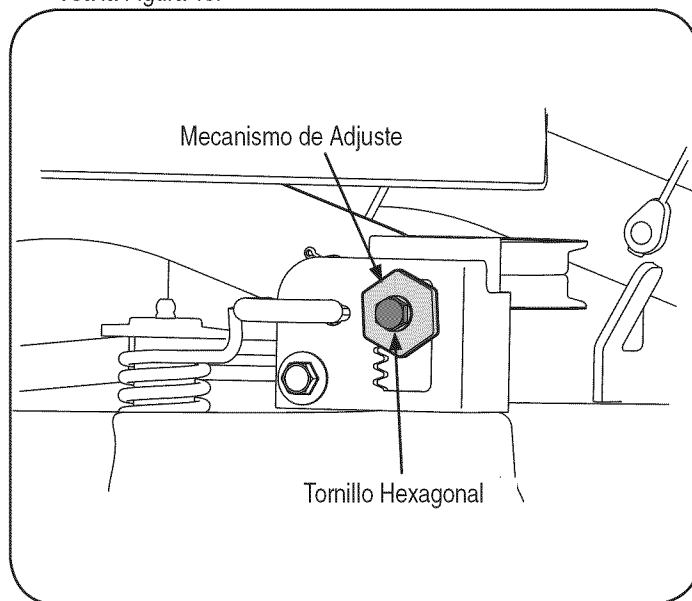

Figura 15
4. Desde el lado izquierdo del tractor, afloje sin quitar, el tornillo hexagonal de la ménsula de ajuste izquierda de la plataforma. Vea la Figura 15.
5. Para nivelar la plataforma gire el mecanismo de ajuste, ubicado inmediatamente detrás del tornillo hexagonal, en sentido de las agujas del reloj (hacia atrás) para bajar el lado izquierdo de la plataforma. Gire el mecanismo en sentido contrario a las agujas del reloj (hacia adelante) para levantar el lado izquierdo de la plataforma. Vea la Figura 15.